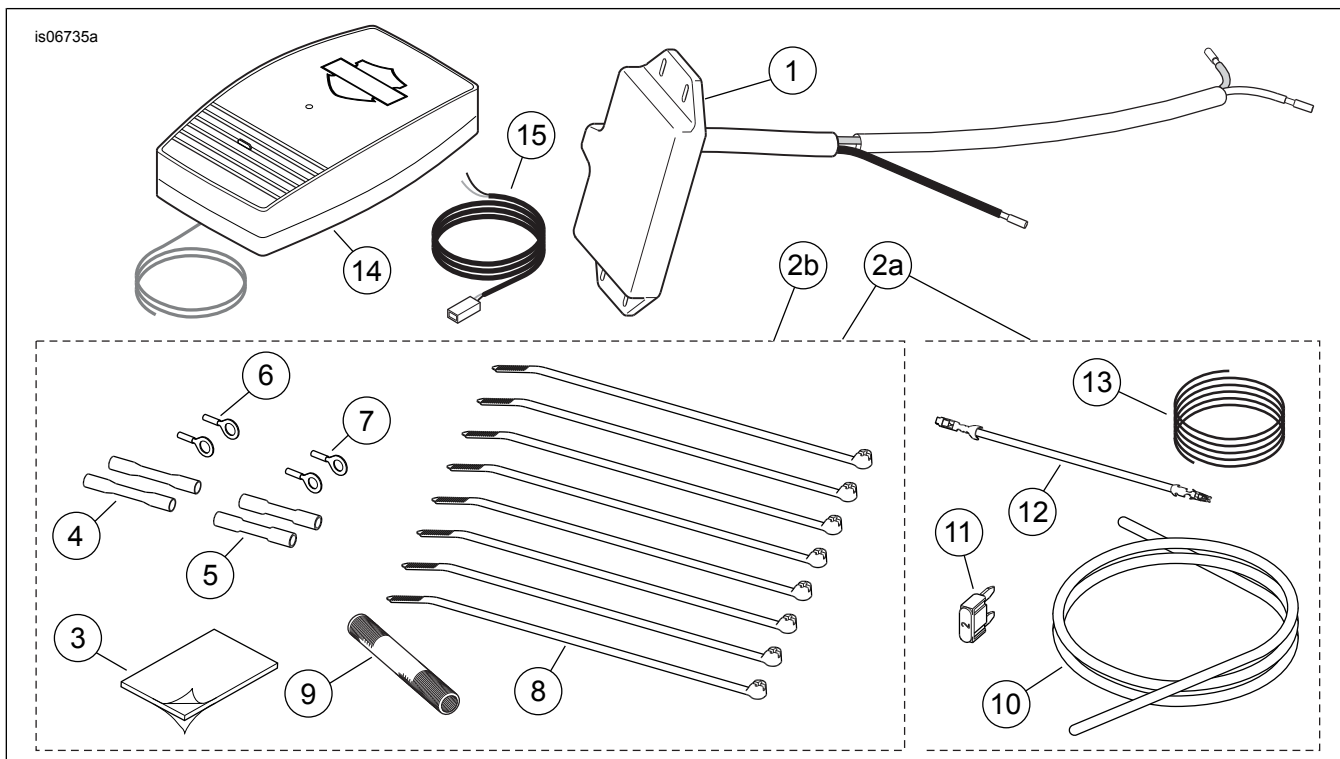

Figura 34. Peças de serviço, kits do controlo remoto sistema de abertura da porta de garagem
4. Ver Figura 22 . A configuração de emenda "um-em-um". Retire do kit um conector de junção selada de cor **azul** (ver Figura 34 , item 5). Faça a união do fio branco do transmissor aos fios brancos do farol dianteiro.
3. Deslize o tubo flexível de fios entrelaçados (9) do kit sobre os fios brancos do transmissor.
2. Ver Figura 34. Deslize o tubo flexível do fio entrelaçado (9) do kit sobre o fio branco do transmissor.
3. Ver Figura 22. A configuração de emenda "um-em-um". Retire do kit um conector de junção selada de cor azul (ver Figura 34, item 5). Una o fio branco do transmissor aos fios azul/branco do farol dianteiro.
2. Ver Figura 34. Deslize o tubo flexível de fios entrelaçados (9) do kit sobre os fios brancos do transmissor.
3. Ver Figura 22. A configuração de emenda "um-em-um". Retire do kit um conector de junção selada de cor azul (ver Figura 34, item 5). Faça a união do fio branco do transmissor aos fios brancos do farol dianteiro.